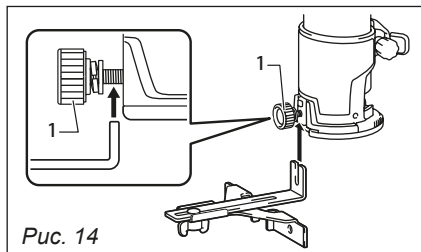

Рис. 14
- Установите параллельный упор на базу инструмента (рис. 14).